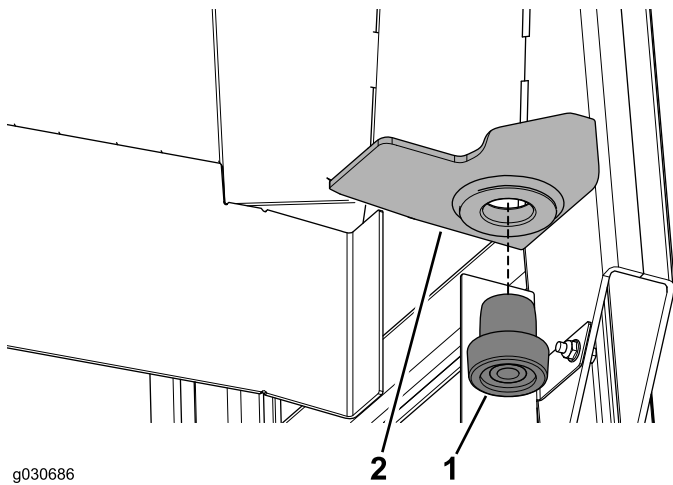

Figure 10
2. Poussez un support élastique dans le trou du support arrière droit sur le cadre de la cabine (Figure 10).